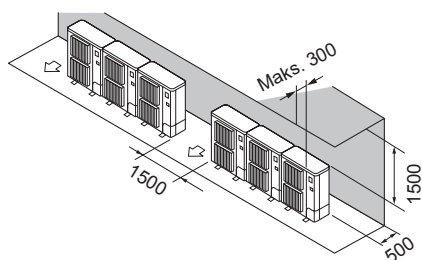

Fig. 2-13
- ② Hindringer kun bak og over (Fig. 2-13)